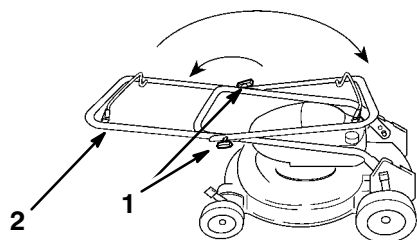

Figure 2
1. Desserrer les boutons du mancheron et relever le mancheron supérieur en arc de cercle jusqu'à ce qu'il soit dans le prolongement du mancheron inférieur et que les extrémités s'emboîtent (Fig. 2).
3. Pivoter le mancheron vers l'arrière jusqu'à ce qu'il s'engage avec un déclic dans ses supports (Fig. 2).